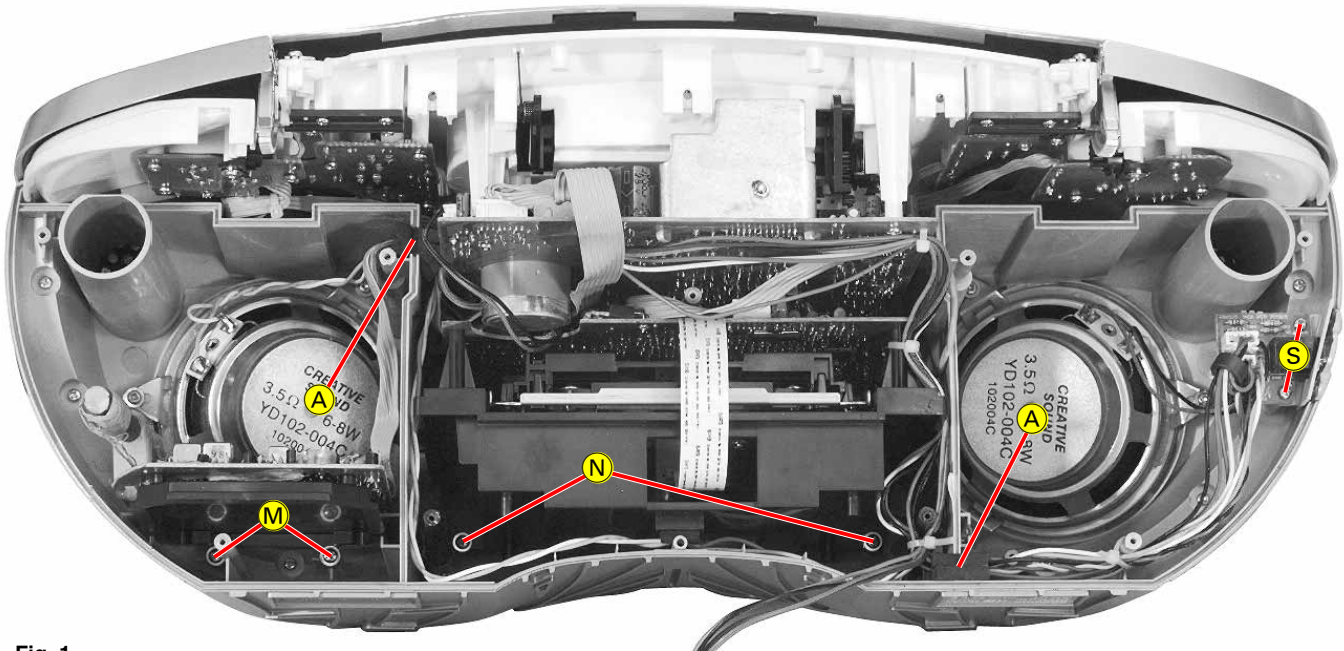

Fig. 1
Leitungen, die in den Lautsprecherbereich führen, werden zwischen Gummis **A** (Fig. 1) durch die Gehäuseaussparungen geführt. Diese Gummis sind wichtig für die Dichtigkeit der Lautsprecher.
Wires to the speaker areas are guided between two rubbers **A** (Fig. 1) through the cutouts of the speaker housing. These rubbers are important to seal the speakers.
- 2 Schrauben **M** (Fig. 1) herausdrehen.
- Undo 2 screws **M** (Fig. 1).
- 2 Schrauben **N** (Fig. 1) herausdrehen.
- Undo 2 screws **N** (Fig. 1).